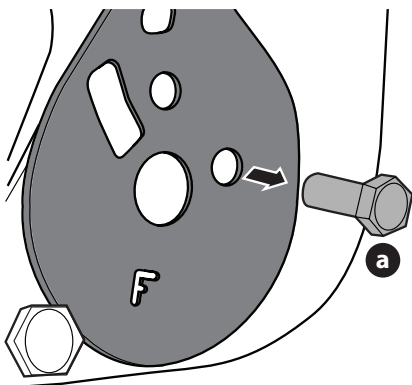

Fig. 11
5. Retirez la vis (a) qui fixe la plaque d'inclinaison dans la position du dossier (Fig. 11).